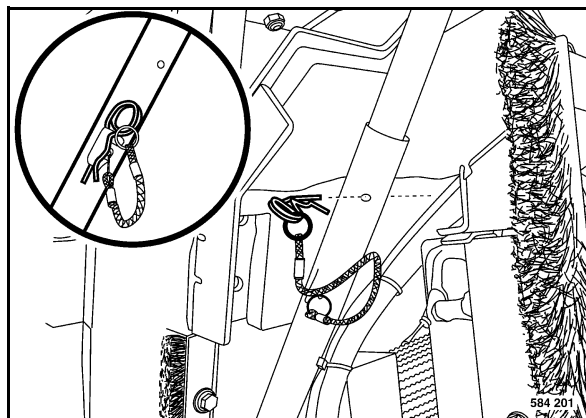

Fig. 173
- Abrir la cubierta del motor (Fig. 173) por completo y asegurarla.